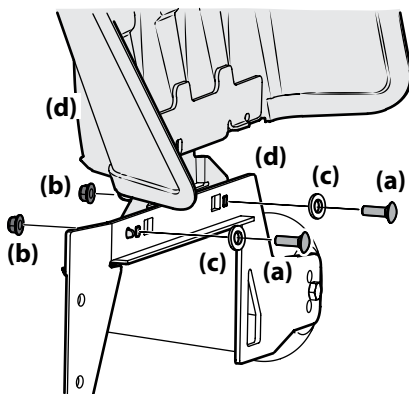

Figura 2-5
1. Retire los tornillos del carro (a), las tuercas de bloqueo de la brida (b) y las arandelas planas (c) instaladas en el soporte de montaje (d) en la cubierta. Consulte Figura 2-5.
2. Con los elementos de ferretería (ay b) que extrajo anteriormente, instale el deflector del canal (d) en la plataforma, como se indica en la Figura 2-5.